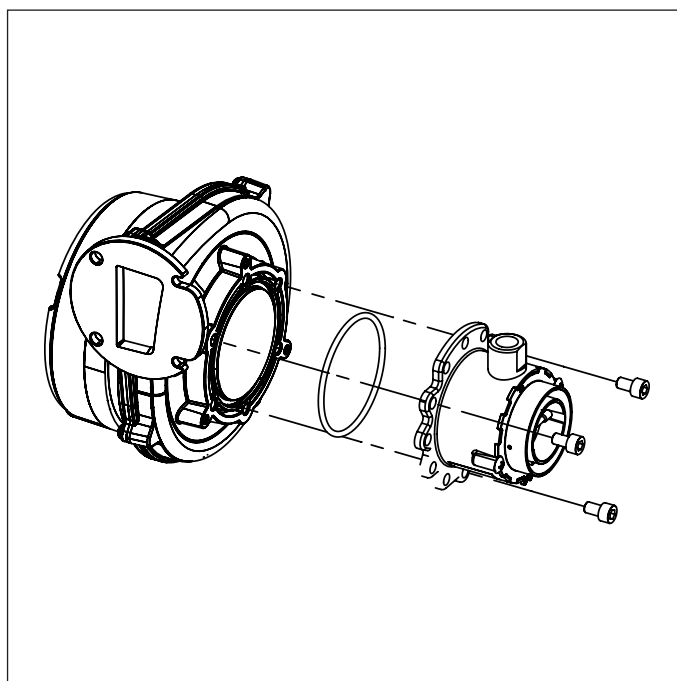

Fig. 29 Miscelatore
- Rimuovere il miscelatore svitando le tre viti a brugola (vedi Fig. 29 Miscelatore).